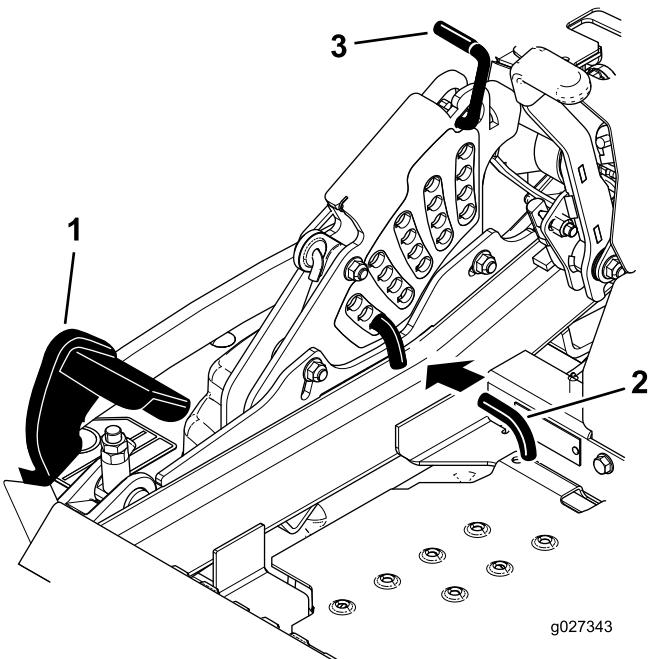

Bild 106
5. Treten Sie das Mähwerkhubpedal ganz durch, damit das Mähwerk in der 14-cm-Transportstellung einrastet (Bild 106).